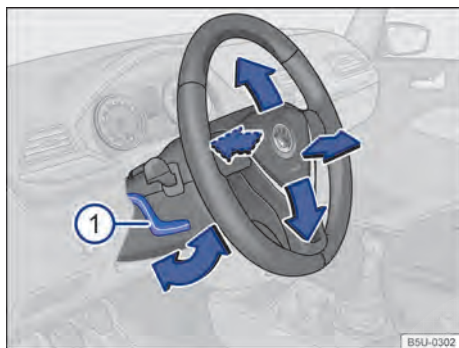

Fig. 49 Ajustar a posição do volante.
- Empurrar a alavanca → Fig. 49 ① para baixo e colocar o volante na posição desejada.